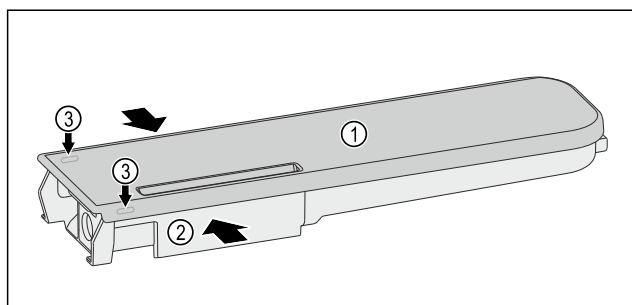

Fig. 136
- Comprimer il serbatoio dell'acqua Fig. 136 (2) e fare leva con attenzione sul coperchio Fig. 136 (1) sollevandolo dai naselli di arresto Fig. 136 (3).
- Spostare leggermente avanti e indietro il coperchio Fig. 136 (1) e rimuoverlo verso l'alto.